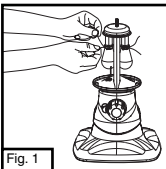

Fig. 1
- Si usa mantillas que se atan, ate las mantillas alrededor del surco del quemador. (Fig. 1)